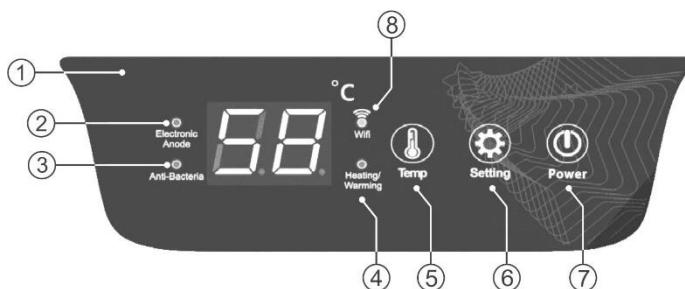

Рисунок 2. Электронная панель управления
Рисунок 2: 1 – LED дисплей, 2 – индикация «Electronic Anode», 3 – индикация «Anti-Bacteria», 4 – индикация «Heating/Warming», 5 – кнопка «Temp», 6 – кнопка «Setting», 7 – кнопка «Power», 8 – индикация «Wi-Fi».
Включение или выключение ЭВН осуществляется нажатием кнопки «Power» (Рис. 2, п. 7).
В процессе работы ЭВН пользователь может регулировать температуру нагрева воды с помощью кнопки «Temp» (Рис. 2, п. 5). Температура будет повышаться на 1°C с каждым нажатием. Длительное нажатие повышает температуру быстрее (5 раз/сек.)
Индикация «Anti-Bacteria» (Рис. 2, п. 3) загорается при включении режима Anti-Bacteria. Выбор этого режима осуществляется нажатием кнопки «Setting» (Рис. 2, п. 6) на панели управления. В этом режиме температура не регулируется, система перейдет в режим сохранения тепла после нагрева до 80°C, и вернется в режим обычной работы через 30 минут работы в режиме сохранения тепла.
Индикация «Electronic Anode» (Рис. 2, п. 2) загорается при нормальной работе электронного анода и мигает при его неисправности.
Индикация «Heating/Warming» (Рис. 2, п. 4) горит красным светом при нормальном обогреве, зеленым цветом при поддержании подогрева, и мигает при работе в режиме антизамерзания. Режим защиты от замерзания активируется при включенном питании, когда температура воды во внутреннем баке ниже 5°C, затем останавливается и переходит в режим ожидания, достигнув нагрева до 10°C.
2. Нажмите и удерживайте кнопку «Power» на 3 секунды при включенном питании (Рис. 2, п. 7). Появится индикация Wi-Fi (Рис. 2, п. 8).